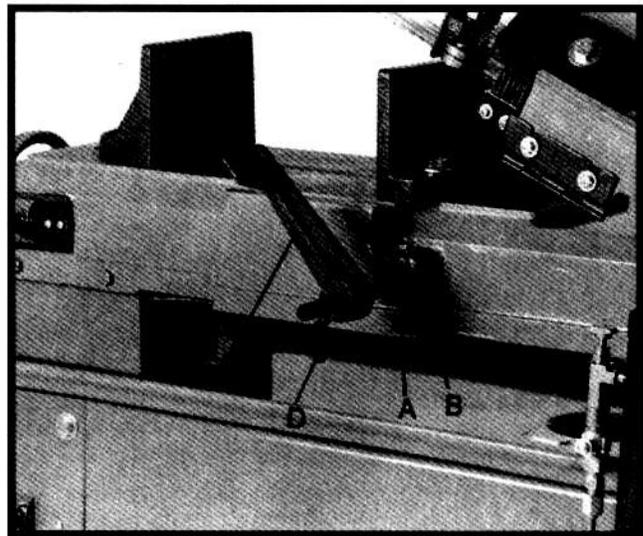

Fig. 1
4. Deslice la barra del tope del material (A, Fig. 1) de la base y asegúrela apretando el tornillo (B). Deslice el tope del material (C) sobre la barra y apriete el perno (D).